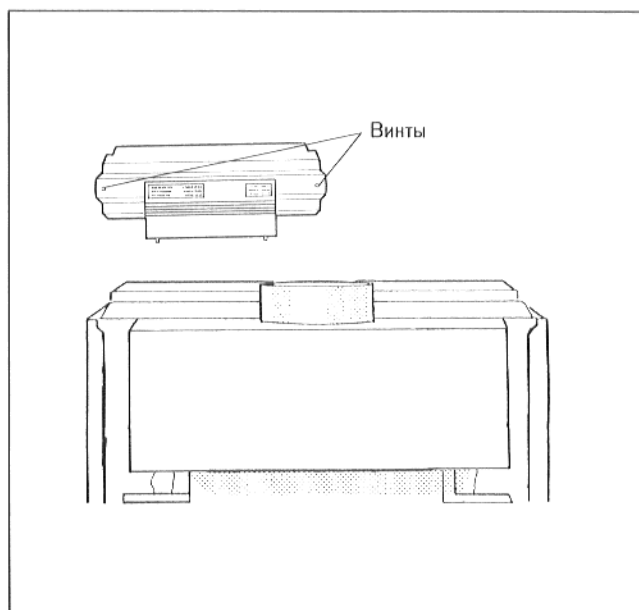

Рис. 34 – вид сзади – с защитным колпаком зажимов
- Вывинтить два винта защитного колпака зажимов (рис. 34).